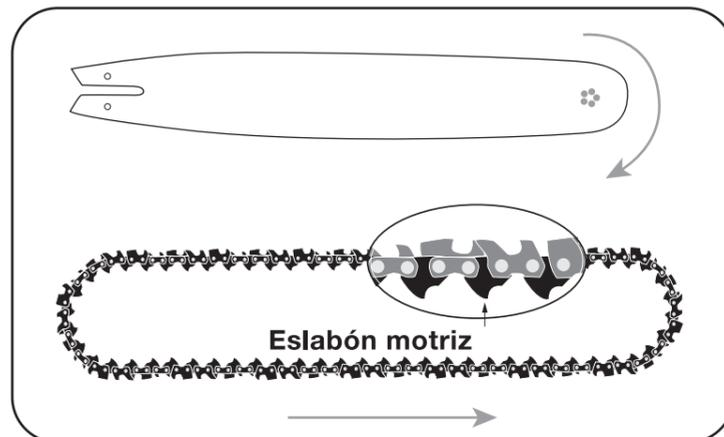

Figura 3
4. Extienda la cadena de sierra en forma de lazo, con los filos apuntando en sentido horario alrededor del lazo, como se muestra en la Figura 3.